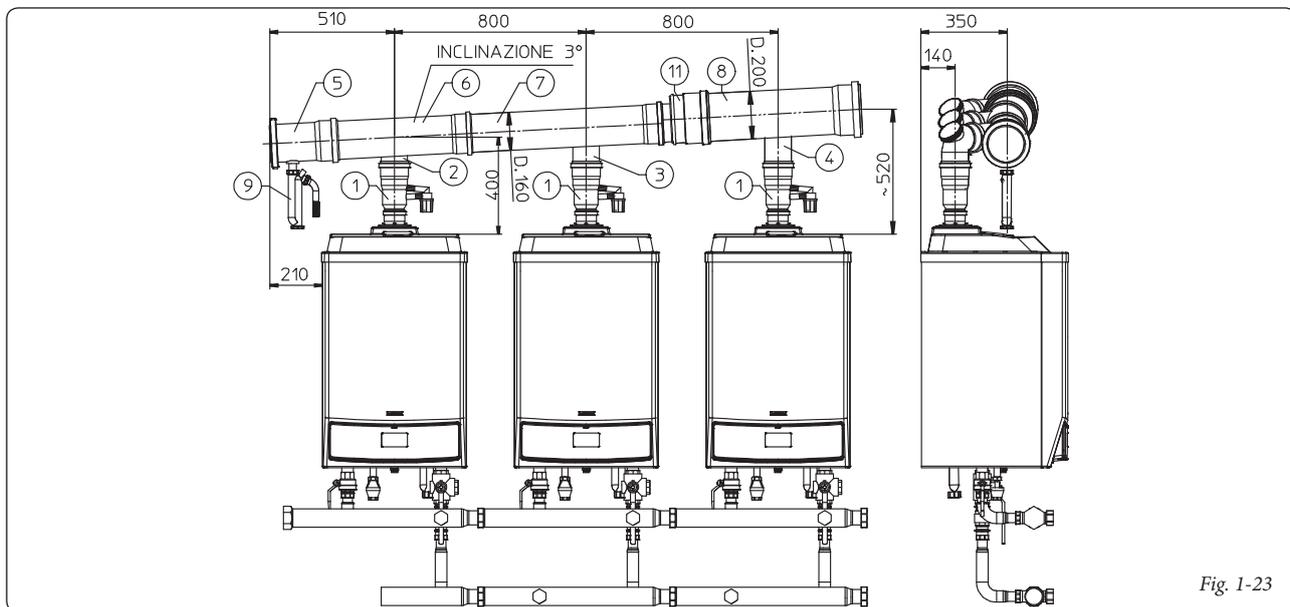

Fig. 1-23
- la distanza tra i generatori (2 o 3 che siano) deve essere di 800 mm (Fig. 1-23);
- il collettore della terza caldaia ha il diametro di 200 mm (9) che mediante un adattatore (13) viene collegato al collettore di Ø 160 mm (8);
Montaggio collettore scarico fumi (Fig. 1-23); per il corretto montaggio vedere i relativi fogli istruzioni.